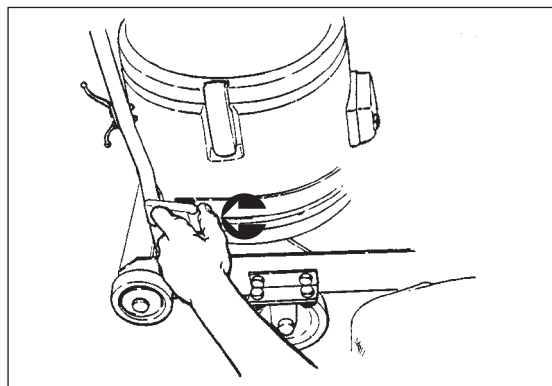

Abbildung 4
7. Lösen Sie die Riemen der Saugereinheit, indem Sie die Zugsperröffnung öffnen. Dadurch lockert sich der entsprechende Riemen und die Saugereinheit kann vom Wagenrahmen gehoben werden (siehe Abbildung 4).